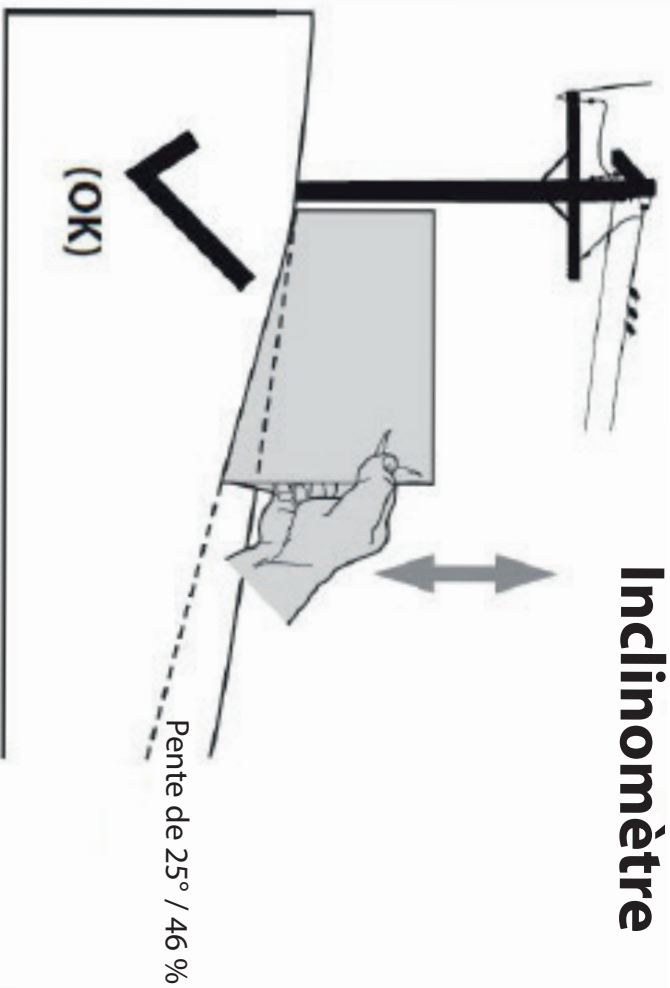

Figure 1
3. Alignez un côté de l'inclinomètre avec l'objet (voir les Figures 1 et 2).
4. Réglez l'inclinomètre vers le haut ou vers le bas jusqu'à ce que le coin gauche touche la pente (voir les Figures 1 et 2).